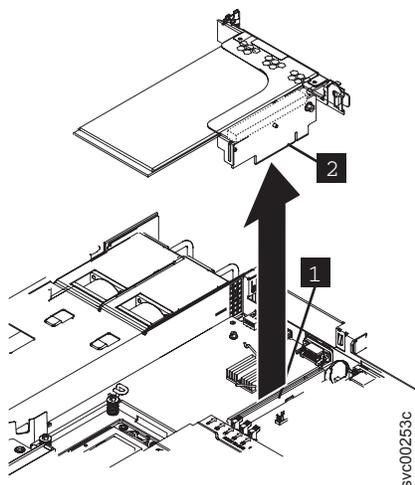

図 188. 10 Gbps イーサネット・ライザー・カード・アセンブリーの取り外し
- イーサネット・ライザー・カード・アセンブリの後部レールの留めねじを取り外した後、225ページの図188に示すように、イーサネット・ライザー・カード・アセンブリの片側をつかんで引き上げ、PCI スロット 2 ライザー・カード・コネクタから外します。イーサネット・ライザー・カード・アセンブリがコネクタから離れたら、イーサネット・ライザー・カード・アセンブリを慎重にひねって、イーサネット・ライザー・カード・アセンブリをノードから分離します。